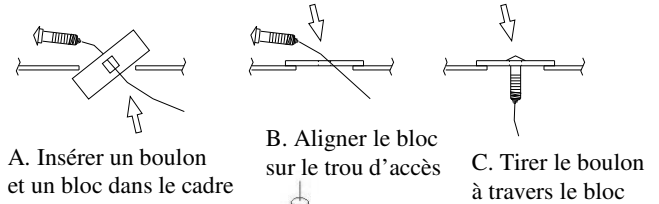
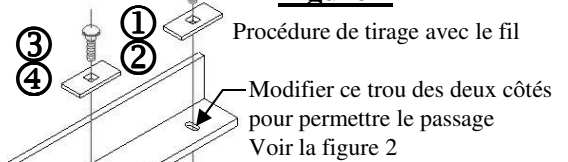

Figure 4
Figure 3
6. À l'aide d'un fil de tirage, acheminer un espaceur et un boulon de carrosserie 7/16 po dans le trou modifié à l'étape 4, puis vers le bas à travers le trou central de chaque longeron (voir la figure 3). Insérer les blocs et les boulons de carrosserie 1/2 po restants dans les orifices d'accès puis vers le bas dans les trous, en s'assurant que les blocs recouvrent les deux côtés du trou (voir la figure 4).